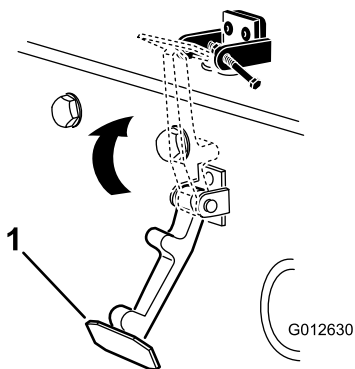

Figura 7
7. Prenda o trinco no suporte do trinco do capot (**Figura 7**).